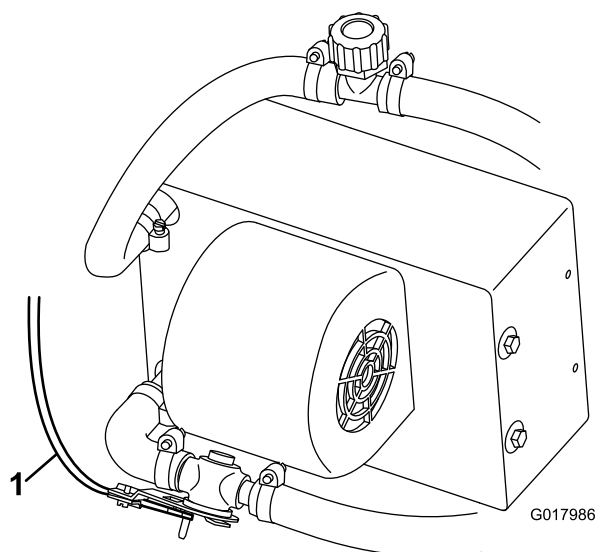

Figura 24
- Enrute y conecte el cable de control del calentador a la válvula del calentador (Figura 24).